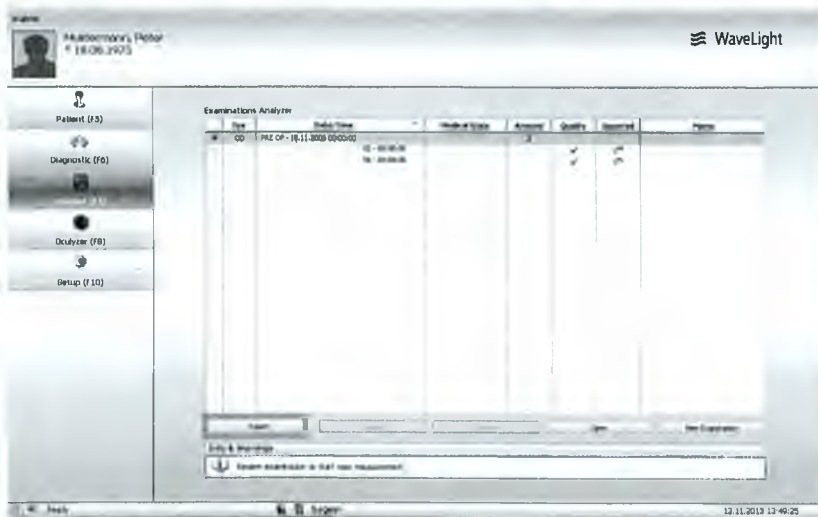

Рисунок 85: Обзор обследования
- В режиме просмотра обследования (см. рис. 85 "Обзор обследования") вы можете экспортировать данные.